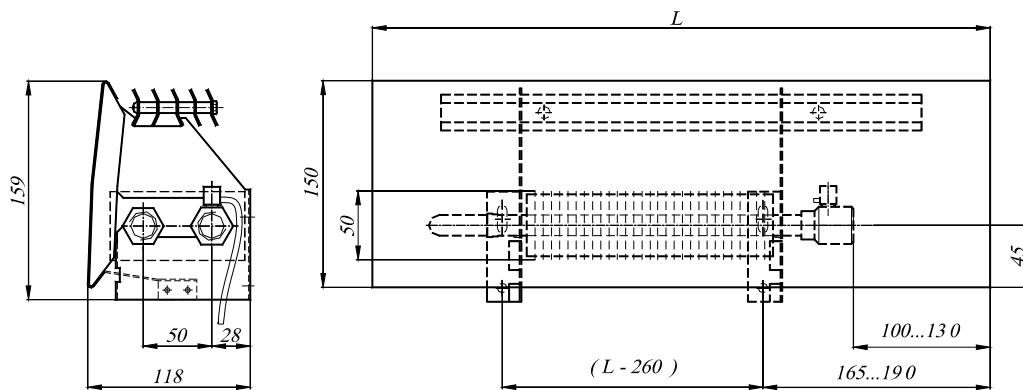

Рис. 1.5. Конвектор «Atoll» настенный концевой ПКН-104...125А с боковым подключением
1.6. Номенклатура конвекторов (см. табл. 1.1 и рис. 1.5 – 1.40) насчитывает 1432 типоразмера высотой панели 150, 250, 350, 450 и 550 мм для настенных и общей высотой 250, 350 и 450 мм для напольных (с учетом высоты стоек 100 мм), длиной от 450 до 2550 мм. Глубина настенных конвекторов от 118 до 126 мм, напольных от 132 до 148 мм и двойных напольных от 265 до 282 мм.